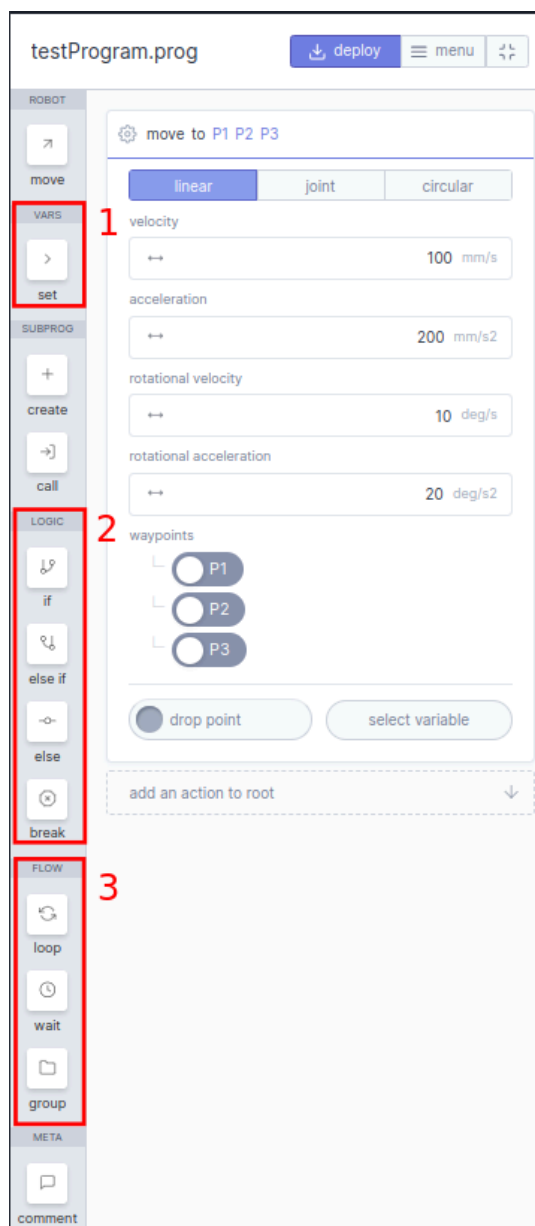

Рис. 3.16
Помимо **move** библиотека блоков включает в себя блок задания параметров (1), блоки логических операций (2), блоки для создания циклов и временных задержек (3) (рис. 3.16).